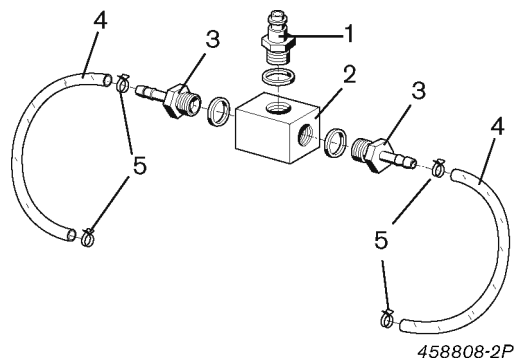

Рис. 27. Сборка возвратного переходника
1. Вкрутите вставной ниппель (рис. 27, поз. 1) с плоским уплотнительным кольцом (10,2 x 13,4 мм) в распределительную головку (рис. 27, поз. 2) и зафиксируйте.
2. Вкрутите штуцер для шланга (рис. 27, поз. 3) с плоским уплотнительным кольцом (10,2 x 13,4 мм) в торец распределительной головки и зафиксируйте.
3. Установите оба шланга (рис. 27, поз. 4) на штуцеры и зафиксируйте двумя хомутами (рис. 27, поз. 5).